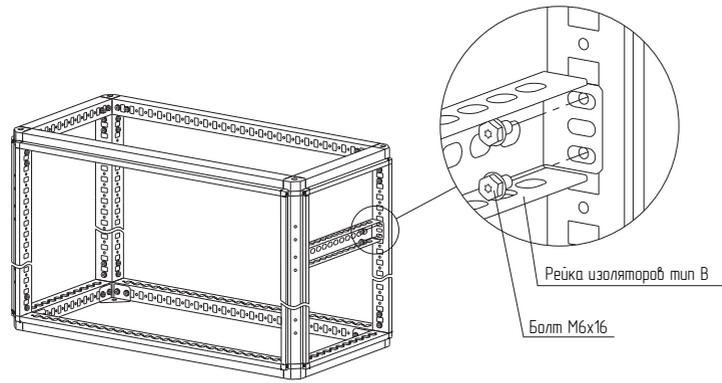

Рисунок 29
4.15.2 Установить рейку изоляторов тип В между стоек каркаса на нужной высоте и закрепить болтами М6×16 (рисунок 29). Момент затяжки – 7 Н·м. Болты приобрести отдельно.